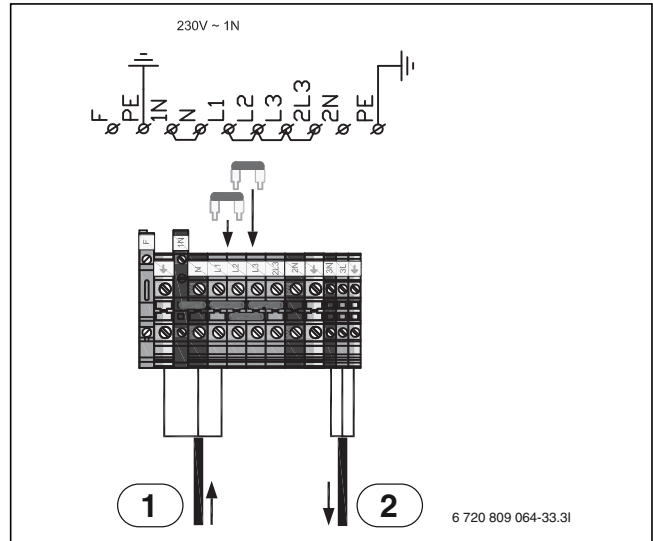

Bild 43 Elektrischer Alternativanschluss für integrierten elektrischen Zuheizer, ~ 1N
- Brücken zwischen L1–L2 und L2–L3 stecken (siehe Abb. 43).